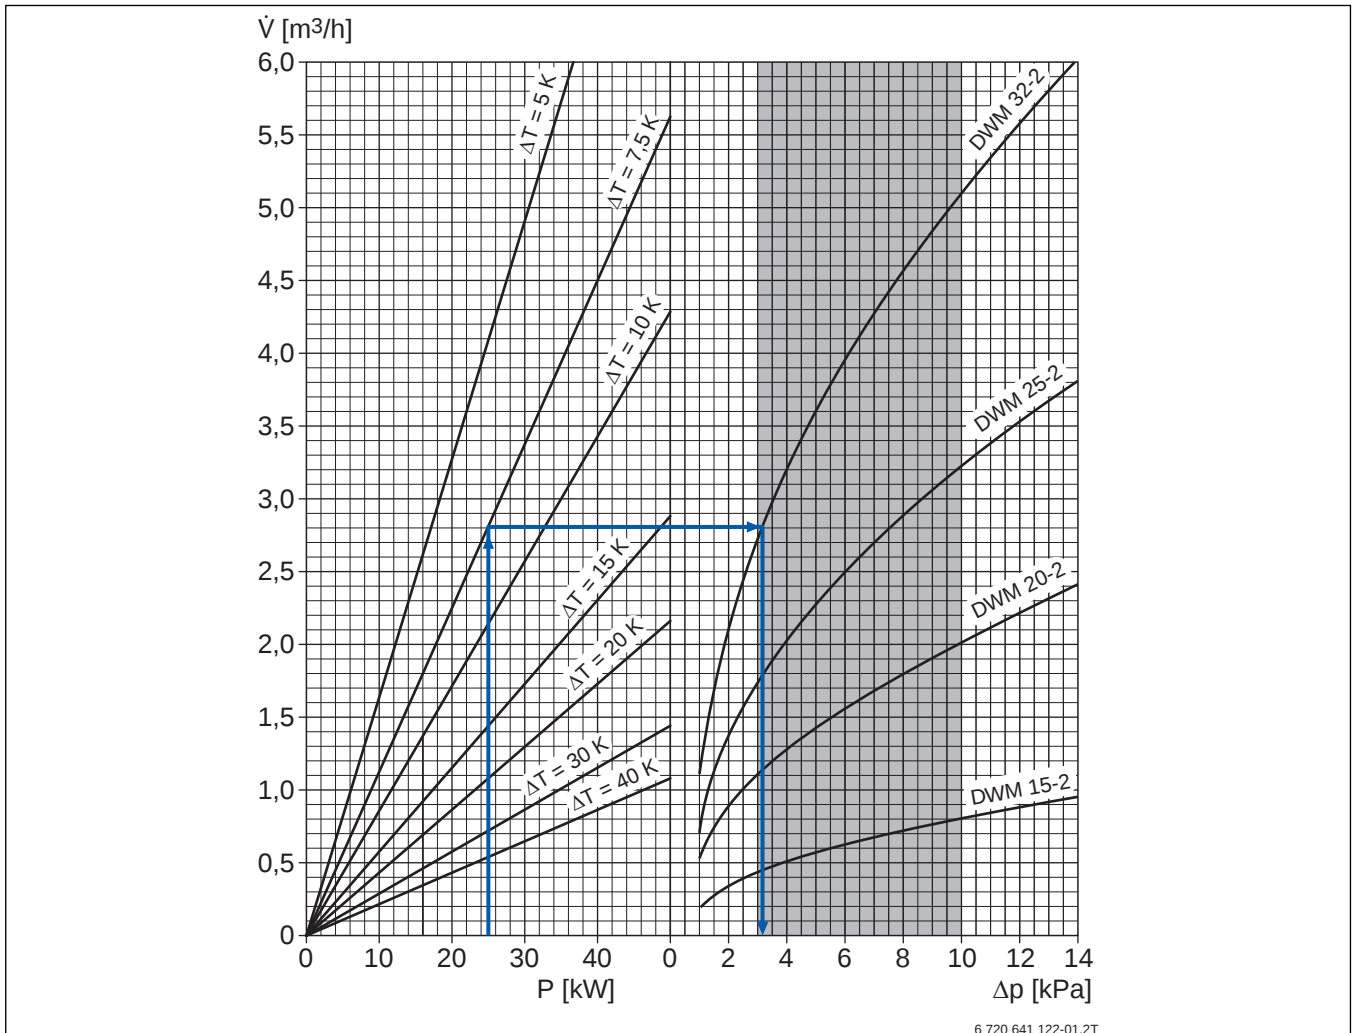

Bild 72 Auslegungsdiagramm für 3-Wege-Mischer
Um eine gute Reglercharakteristik zu erreichen, sollte der Druckverlust im Mischer etwa gleich dem Druckverlust des so genannten „mengenvariablen“ Teils des Rohrnetzes sein, also ebenfalls ca. 3,0 ... 10,0 kPa. Dieser Zusammenhang liegt dem Dimensionierungsdiagramm (→ Bild 72) zugrunde.
- In der linken Hälfte von Bild 72 den Schnittpunkt von der Leistungslinie und der Temperaturdifferenzlinie suchen.
- In der linken Hälfte von Bild 72 den Schnittpunkt der Leistungslinie und der Temperaturdifferenzlinie suchen. Dieser liegt bei einem Heizwasservolumenstrom von ca. 2,8 m³/h.